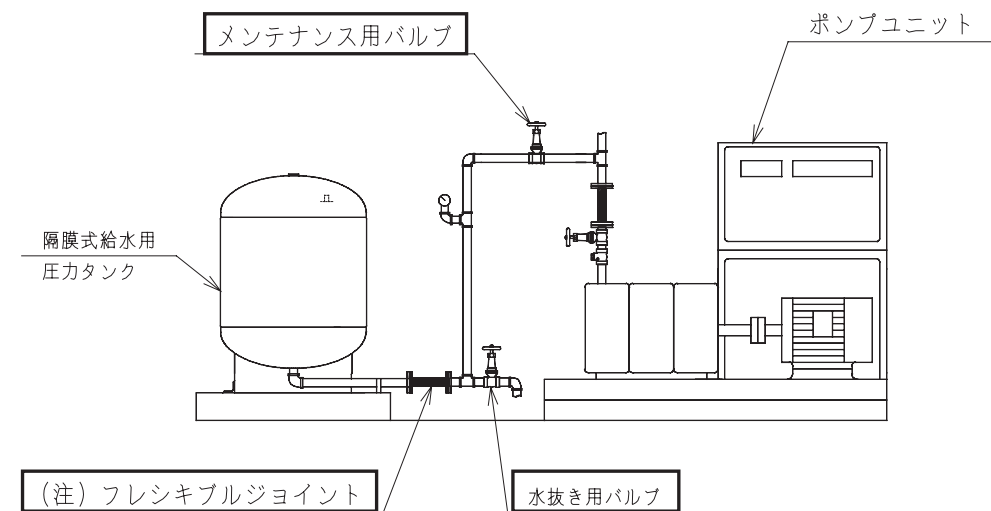
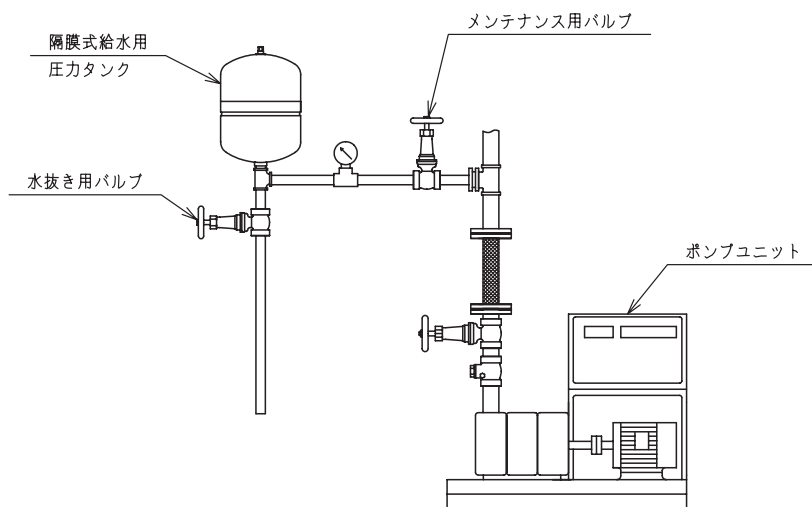

図 6-3 施工例 (WX - 39VK ~ 76VK)
図 6-4 施工例 (WR-71-R $\frac{3}{4}$ 、WX-17-R $\frac{3}{4}$ ・24-R $\frac{3}{4}$ )
- ① システム接続口への配管には、「メンテナンス用バルブ」「水抜き用バルブ」およびフレキシブルジョイントまたはフランジ（図 6-3 参照）を設けてください。なお、WR-71-R $\frac{3}{4}$ 、WX-17-R $\frac{3}{4}$ ・24-R $\frac{3}{4}$ については、フレキシブルジョイントおよびフランジ（図 6-4 参照）の取付けは不要です。
（本書第6章「据付け・配管施工時のお願い」図6-3、図6-4参照）